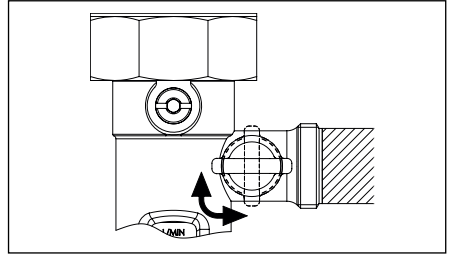

Abb. 6.18 Entlüften über Durchflussmesser
- Entlüften Sie die Solaranlage während des Spülvorgangs manuell, indem Sie den seitlichen Entleerungskugelhahn der Durchflussmess- und Einstellvorrichtung zwischendurch für ca. 20 Sekunden schließen und abrupt wieder öffnen (Abb. 6.18). Wiederholen Sie diesen Vorgang in regelmäßigen Abständen.